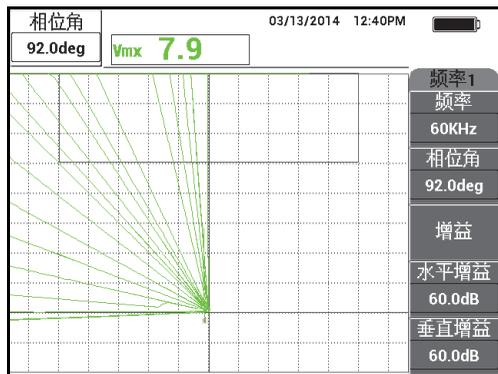

图 5-86 将提离角度调节为 90°
7. 从表面提起探头, 然后使探头再次接触样品; 在重复这些动作时, 按相位角键 (  ), 并调节提离角度, 直到信号处于垂直向上的方向 (90°) (参见第 176 页的图 5-86)。